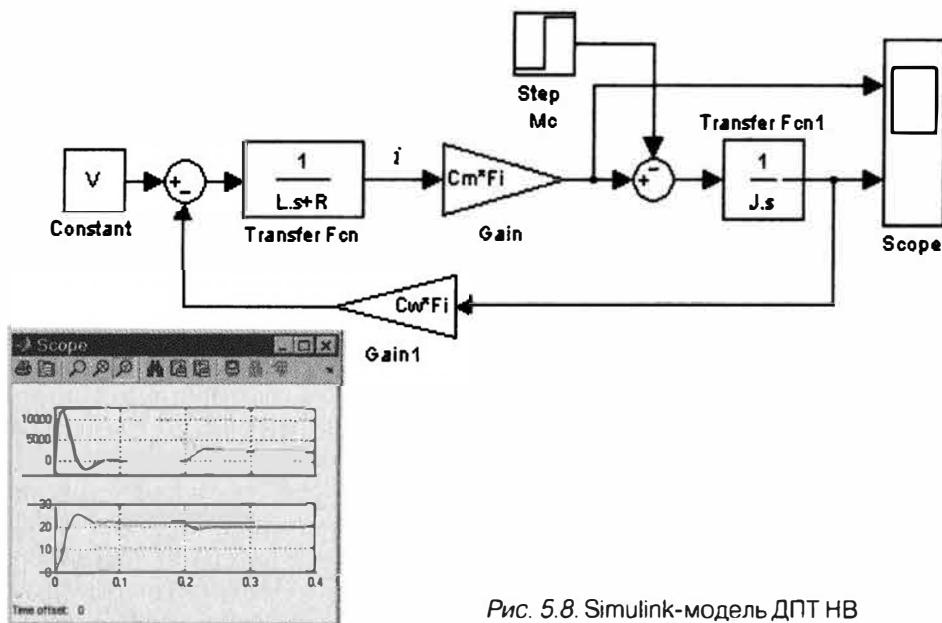
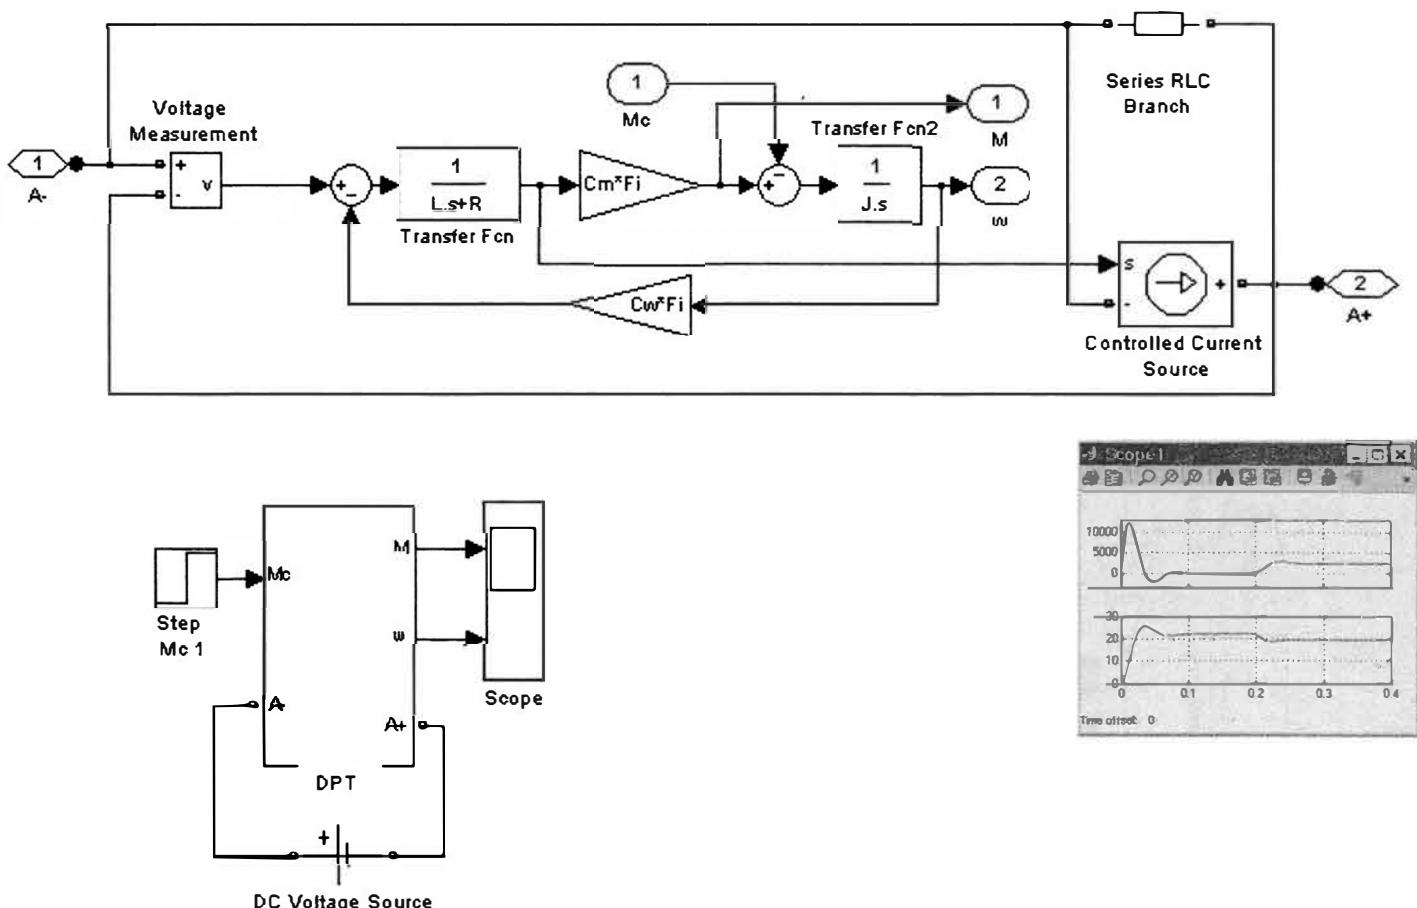
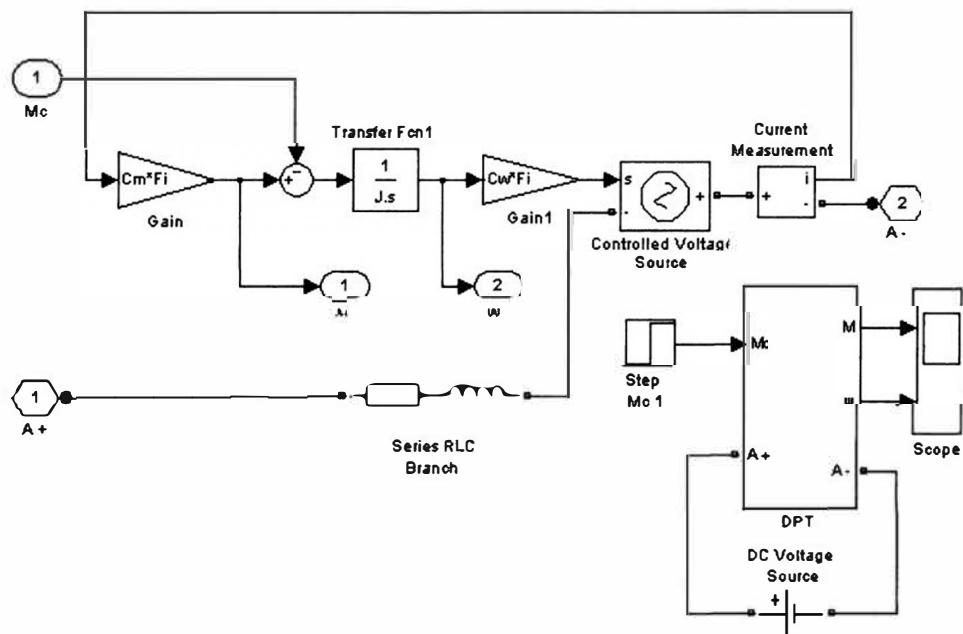

Рис. 5.8. Simulink-модель ДПТ НВ
Рис. 5.9. SPS-модель ДПТ НВ на базе источника тока
Рис. 5.10. SPS-модель ДПТ НВ на базе источника напряжения
В итоге, используя уравнения (3)–(6), нетрудно составить Simulink-модель двигателя. Схема модели, а также графики электромагнитного момента и частоты вращения при прямом пуске двигателя показаны на рис. 5.8. В примере приняты следующие значения параметров двигателя (в единицах СИ): $L = 0,001$, $R = 0,1$, $J = 10$, $C_m = 10$, $C_w = 10$, $U = 220$, $F_i = 1$. Наброс нагрузки производится в момент времени 0,2 с, величина момента нагрузки равна 2500 Нм.
якоря двигателя (выходной сигнал блока Transfer Fcn на рис. 5.8). Схема блока SPS-модели двигателя, полная схема модели, а также графики тока якоря и угловой частоты вращения вала показаны на рис. 5.9.
При работе с моделью двигателя следует иметь в виду, что она не является электротехнической в чистом виде, поскольку выходные сигналы электромагнитного момента и частоты вращения являются обычными односторонними безразмерными сигналами Simulink. Графики переменных, представленные на рис. 5.9, полностью повторяют соответствующие графики обычной Simulink-модели двигателя, показанные на рис. 5.8.
Модель двигателя постоянного тока можно создать также и на базе управляемого источника напряжения и датчика тока. Схема замещения цепи якоря двигателя содержит источник ЭДС, индуктивность и резистор. Последние два элемента можно исключить из Simulink-модели, исключив соответственно и уравнение (1), а также передаточную функцию (5). Сами резистор и индуктивность можно добавить к модели с помощью стандартного блока Series RLC Branch. В результате будет получена комбинированная модель двигателя (рис. 5.10). На рис. 5.10 показана также полная схема модели с подключенным источником питания двигателя (DC Voltage Source).
Графики переменных двигателя на рис. 5.10 не приведены, поскольку они полностью совпадают с представленными на рис. 5.8 и 5.9.